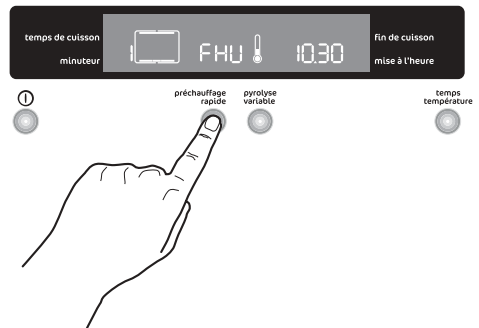

Fig. 17
1. Allumez le four en appuyant sur la touche "**Marche/Arrêt**" ①.
4. Appuyez sur la touche "**Préchauffage rapide**". La mention "**FHU**" apparaîtra sur l'affichage (Fig. 17).